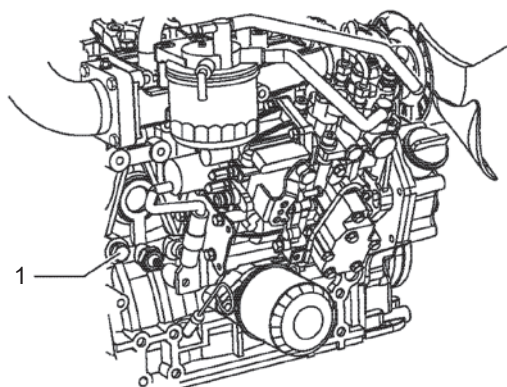

Рис.60
- На моделях, не оборудованных масляным радиатором, снимите пробку слива охлаждающей жидкости (1, Рис. 60) с блока двигателя.